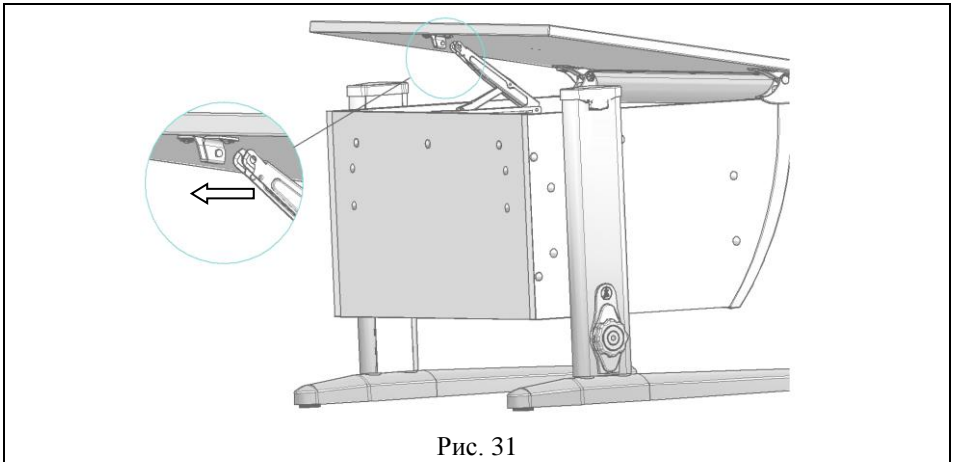

Рис. 31
5.6.2 Фиксатор столешницы Multiflex верхней частью ввести в кронштейн верхний, согласно рис. 31; 31а.
Рис. 31а
5.6.4 Фиксатор столешницы Multiflex верхней частью ввести в кронштейн верхний, согласно рис. 31; 31а.